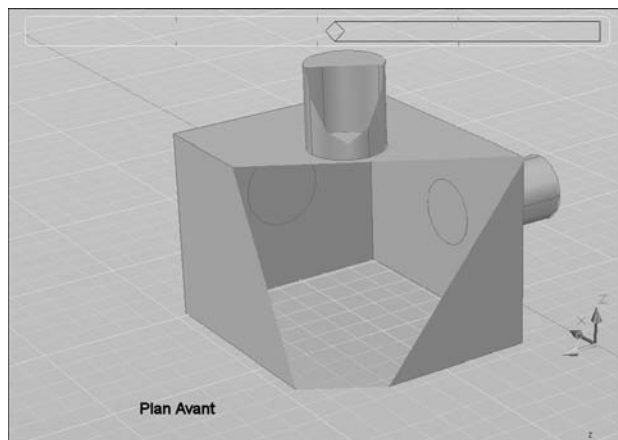
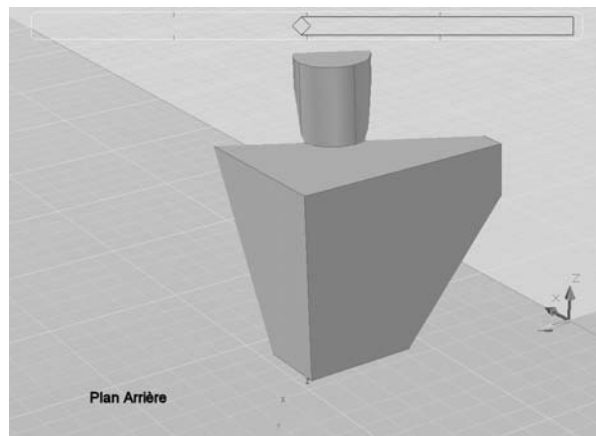

Fig.15.35
Fig.15.36
- 3 Sur la ligne de commande, entrez **DEL (CL)** (Délimitation/Clip).
- 4 Entrez AV (F) pour définir un plan de délimitation avant (fig.15.35) ou AR (B) pour définir un plan de délimitation arrière (fig.15.36) ou appuyez sur la touche Entrée.